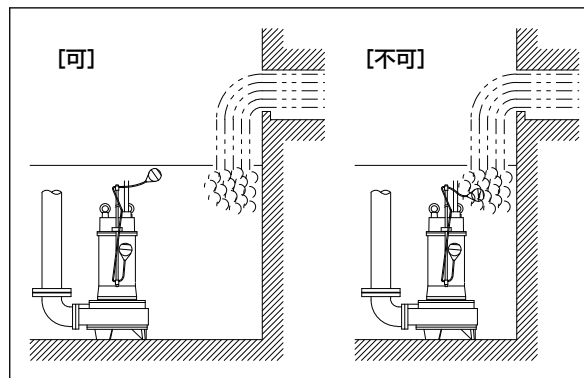

図71
- 排水ポンプ自動式の場合、フロートスイッチに直接流入水がかからないように注意してください。(図 71 を参照ください。)